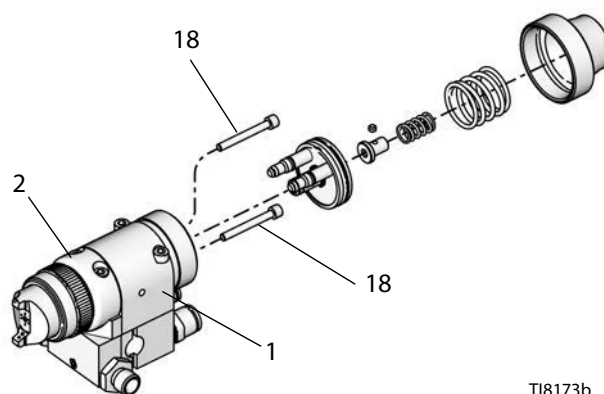

Рис. 16: Ремонт уплотнительной прокладки
9. Извлеките поршень. Используя плоскогубцы, вытяните поршень (20) из секции поршня (1). См. Рис. 16.
10. Если необходима замена уплотнительной прокладки (15), открутите два винта (18) и отсоедините секцию для материала (2) и секцию поршня (1). Осмотрите уплотнительную прокладку (16) и замените ее в случае необходимости.